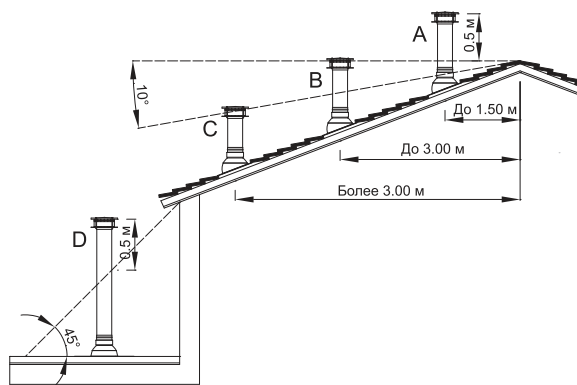

Рис.12.
- Оголовок дымовой трубы должен находиться вне зоны возможного ветрового подпора (см.Рис.12).